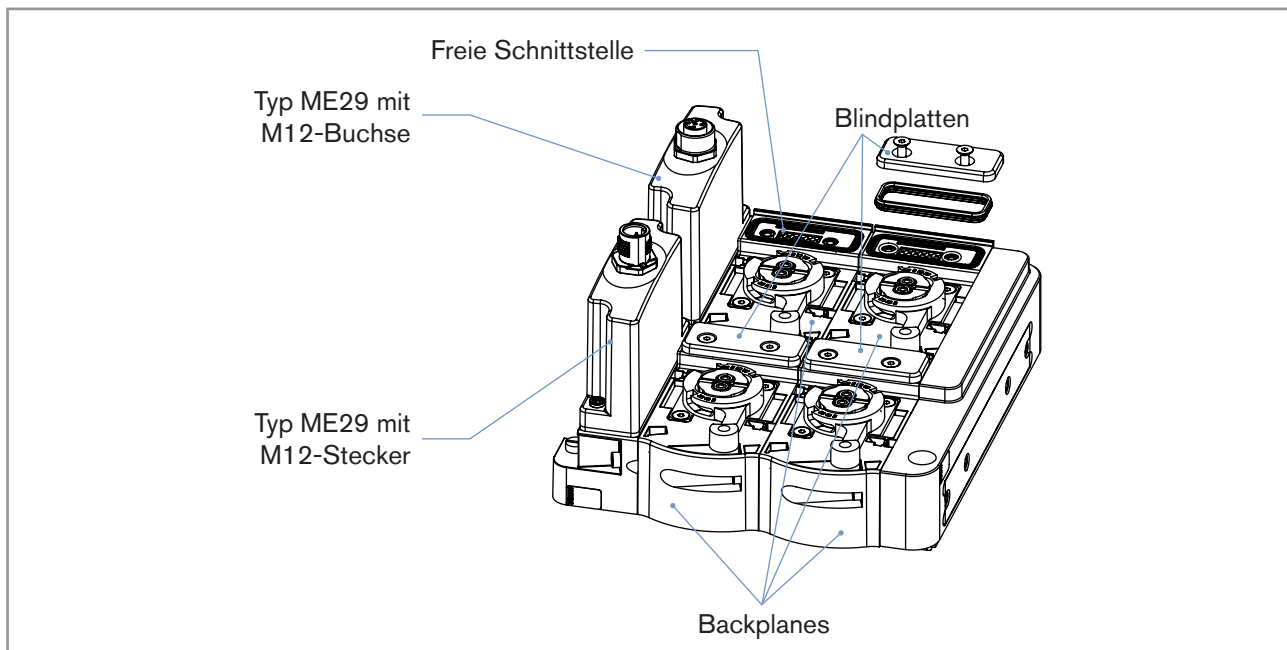
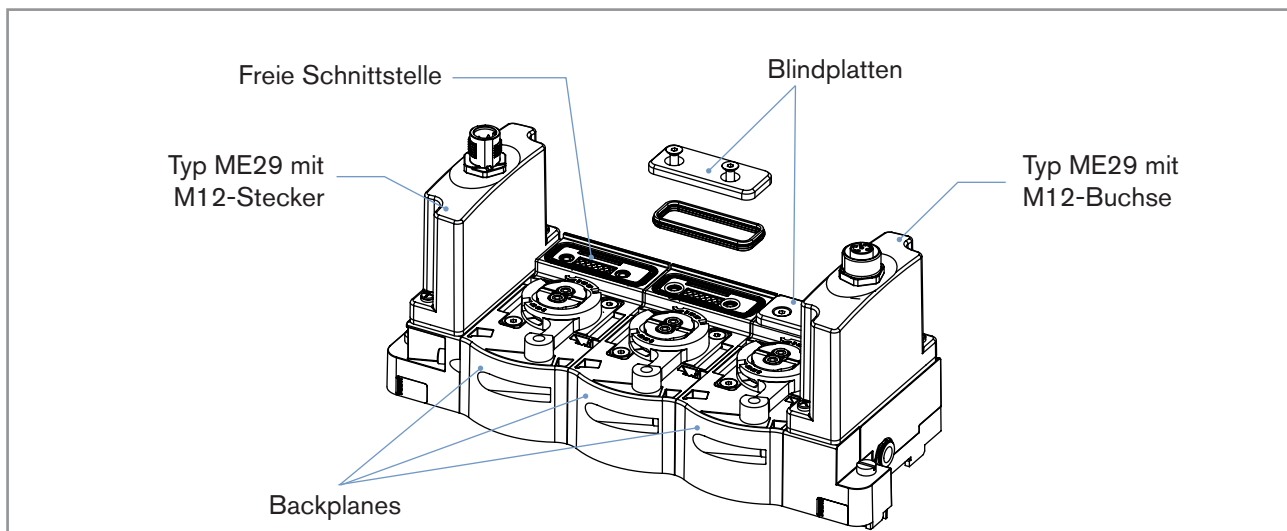

Bild 5: Backplanes für das Produkt; Anordnung und Ausrüstung bei einer 4-Backplane-Kombination
Bild 6: Backplanes für das Produkt; Anordnung und Ausrüstung bei einer 3-Backplane-Kombination
Die 4 Backplanes müssen wie in Bild 5 dargestellt angeordnet und ausgerüstet sein und die 3 Backplanes müssen wie in Bild 6 dargestellt angeordnet und ausgerüstet sein.
- ▶ Sicherstellen, dass jede in Bild 5 und in Bild 6 angezeigte Blindplatte mit einer Dichtung ausgestattet sind.
- ▶ Sicherstellen, dass die in Bild 5 und in Bild 6 angezeigten Blindplatten auf die richtigen elektrischen Schnittstellen der Backplanes geschraubt sind.